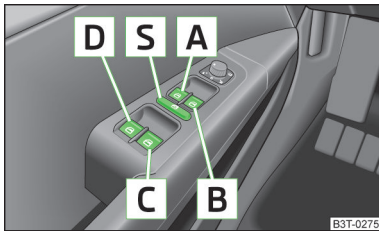

Abb. 44
- Werden auf den Rücksitzen Personen, die nicht völlig selbstständig sind, z. B. Kinder, befördert, wird empfohlen, die elektrischen Fensterheber der hinteren Türen außer Funktion zu setzen (Sicherheitsschalter)  » Abb. 44 auf Seite 63.
- Wenn die Zündung ausgeschaltet wird, lassen sich die Fenster noch für ca. 10 Minuten öffnen oder schließen. Nach dem Öffnen der Fahrer- oder Beifahrertür können die Fenster nur mit der Taste **A** » Abb. 44 auf Seite 63 bedient werden.
Tasten der Fensterheber » Abb. 44
Durch Drücken des Sicherheitsschalters **S** » Abb. 44 können die Tasten der Fensterheber in den hinteren Türen außer Funktion gesetzt werden. Durch erneutes Drücken des Sicherheitsschalters **S** sind die Tasten der Fensterheber in den hinteren Türen wieder funktionsfähig.
- Die Taste  » Abb. 44 auf Seite 63 in der Öffnungsstellung halten.
- Die Taste  » Abb. 44 auf Seite 63 in der Schließstellung halten.